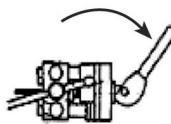

Fig. 5
- E. Tire la palanca hasta que la tuerca del punzón y la matriz se toquen. Vuelva a colocar la palanca en la posición original, de ser necesaria una segunda operación, haga correr el punzón hasta que coincida con la matriz y repita la operación. Suelte todo, retire el punzón y, de estar encastrada la matriz, déle unos cuantos golpes ligeros hasta que se suelte. **(Fig. 5)**